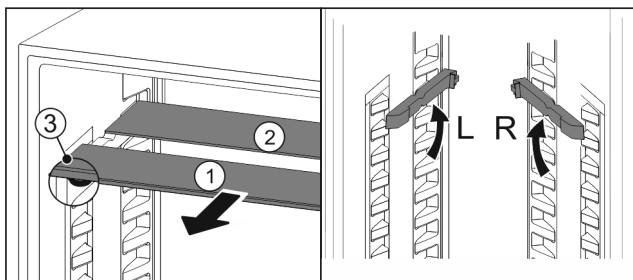

Fig. 91
- ▶ По одной извлеките Fig. 91 (1) стеклянные панели движением вперед.
- ▷ Стеклянная панель Fig. 91 (1) с декоративной планкой лежит спереди.
- ▷ Стопоры Fig. 91 (3) показывают вниз.